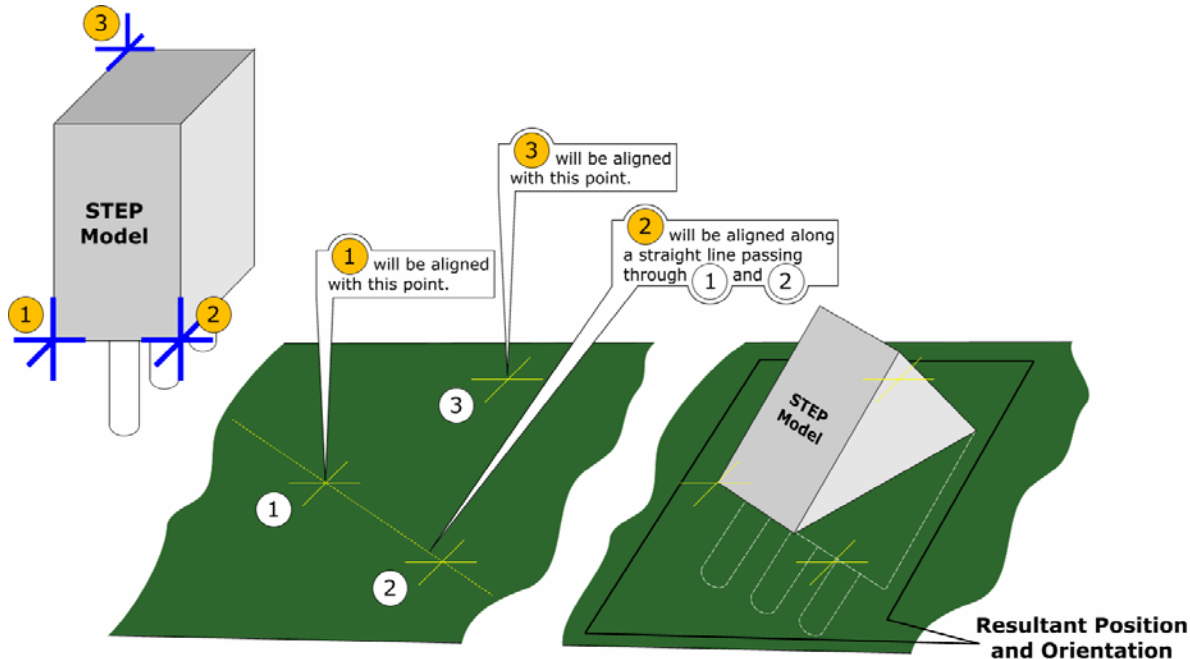

図7. 3つの参照点を使用したSTEPモデルの配置
**三つ目のポイント** - STEPモデルの方向を定義 - STEPモデルは、二つ目のポイントを定義したときに作成される線に対して回転します。STEPモデルの3つの参照点とボード表面が交差します。図7をご参照ください。- 色づけされた数値はSTEPモデルの参照点を示し、白丸の数値は、ボード上の整列や回転の支点を表しています。STEPモデルの配置結果は右図をご参照ください。